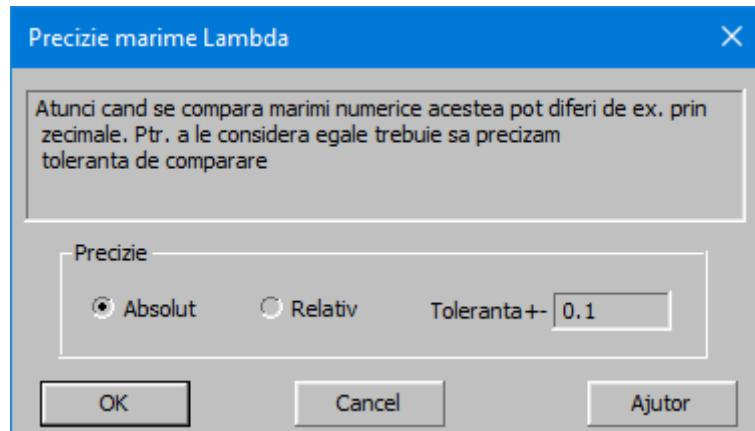

Fig. 8.1.1
- Cand se incarca peste date deja existente (de exemplu, s-au incarcat masuratori reflexie si urmeaza incarcare masuratori transmisie) lungimile de unda citite trebuie sa existe de la prima incarcare. Cele care nu exista nu se incarca. Compararea lungimilor de unda se poate face in tolerante specificate. Se aleg parametrii de comparare ca in Fig. 8.1.1.